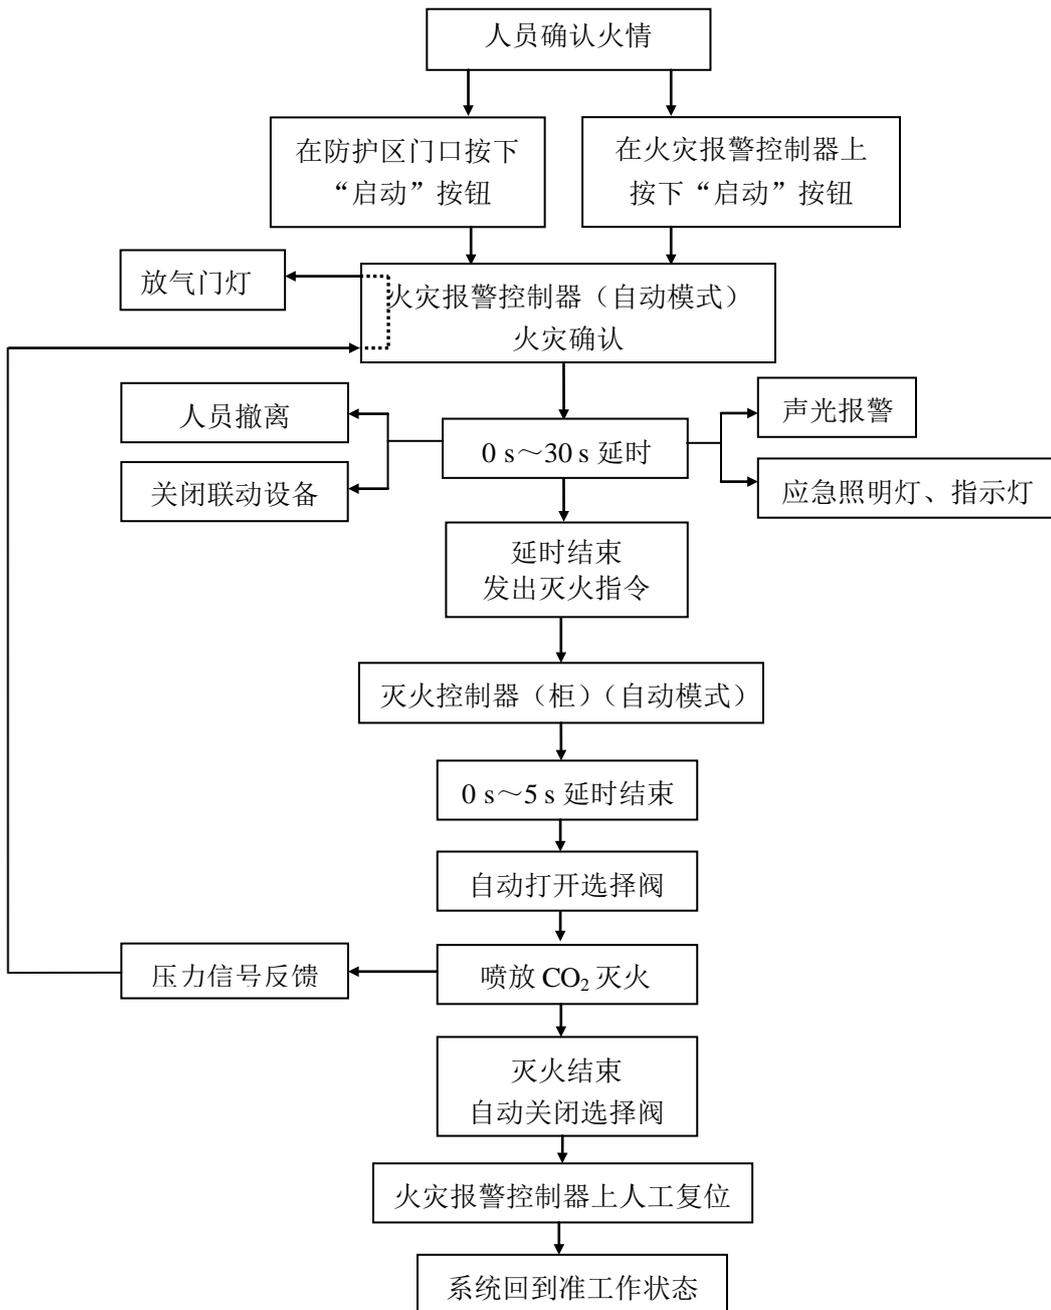

图 33a 手动方式控制流程
1、在防护区门口或火灾报警控制器上的手动操作流程如图 33a: